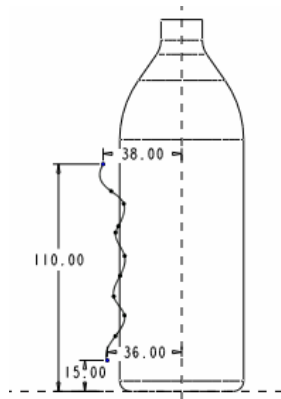

图 34-8
- (2) 单击拉伸特征操控板中的按钮 ，系统显示【剖面】对话框。
- (3) 选择 RIGHT 基准面为草绘平面，单击【草绘】按钮，系统进入草绘工作环境。
- (4) 绘制如图 34-8 所示的样条线。